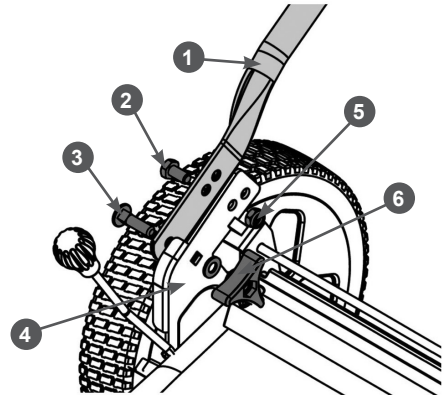

Рис. 3 Установка нижней части рабочей рукоятки
3. Установите нижнюю часть рабочей рукоятки. Совместите отверстия в кронштейне и рукоятке и закрепите нижнюю часть рабочей рукоятки на кронштейне с помощью болтов и гаек, как показано на Рис. 3.
Нижнюю часть рабочей рукоятки можно установить в два положения (выше или ниже). Для этого установите болт 2 в соответствующую пару отверстий в кронштейне 4 и в нижней части рабочей рукоятки 1 (Рис. 3). Окончательную затяжку болтов и гаек выполните после установки верхней части рабочей рукоятки и проверки наиболее удобного положения рабочей рукоятки.